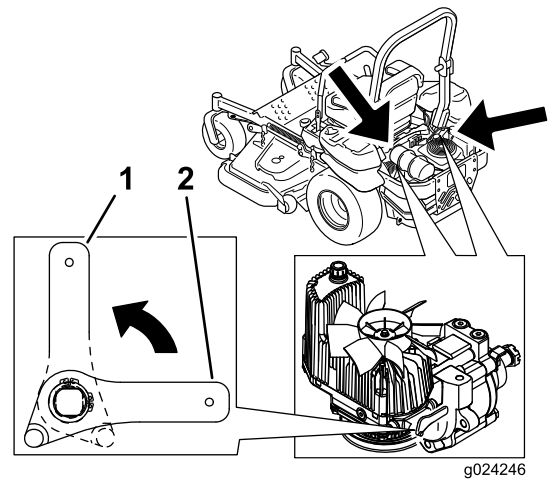

Figure 36
3. Tournez les leviers des vannes de déblocage en position verticale pour pousser la machine (Figure 36).
5. Tournez les leviers des vannes de déblocage en position horizontale pour utiliser la machine (Figure 36).